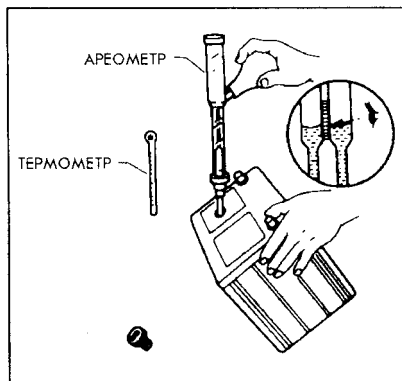

Рис. 10-7.
- Если уровень электролита слишком мал — наклоните корпус батареи, чтобы облегчить проведение измерений (рис. 10-7).